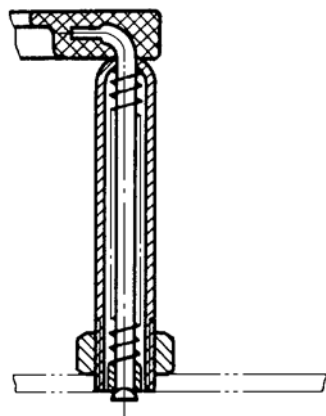

图 3 装配图中的圆柱螺旋弹簧示意画法(二)
5.3 被剖切弹簧的截面尺寸在图形上等于或小于 2 mm,并且弹簧内部还有零件,为了便于表达,可用图 3 的示意图形式表示。